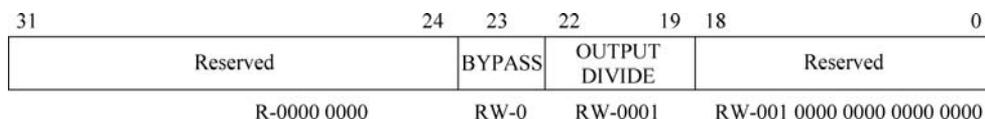

图 1.9 PLL 二级控制寄存器
**注意:** 当 PLL 控制器中 GO 操作被发起时,MAINPLLCTL0 寄存器 PLLM[12:6]位必须被先写,然后写控制器的 PLLM 寄存器 PLLM[5:0]位,以获得完整的 13 位寄存器值的锁存。详细信息参考 *Phase Locked Loop (PLL) Controller for KeyStone Devices User Guide*。PLL 二级控制寄存器(SECCTL)如图 1.9 所示,寄存器说明见表 1.5。